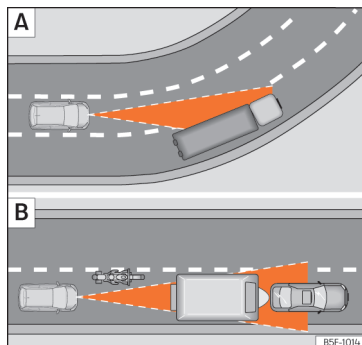

Abb. 133 [A] Fahrzeug in einer Kurve. [B] Vorausfahrender Motorradfahrer außerhalb des Erfassungsbereichs des Radarsensors.
Es ist möglich, dass die ACC das vorausfahrende Fahrzeug in der Kurve nicht erkennt oder die Entfernung zu Fahrzeugen einstellt, die sich auf anderen Fahrspuren befinden »» (Abb. 133)
- Versetzt fahrende Fahrzeuge oder Fahrzeuge, die außerhalb des Erkennungsbereichs des Sensors fahren, z. B. Motorräder »» (Abb. 133)